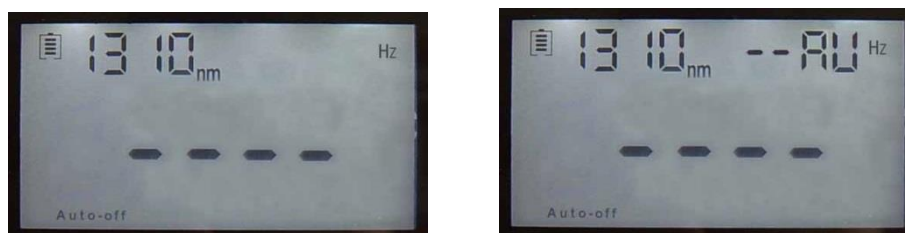

Рисунок 5-11
(4) кнопка **$\frac{SAVE}{AUTO}$** : в режиме источника света открытие или закрытие функции автоматического переключения выходной длины волны источника (рисунок 5-11)